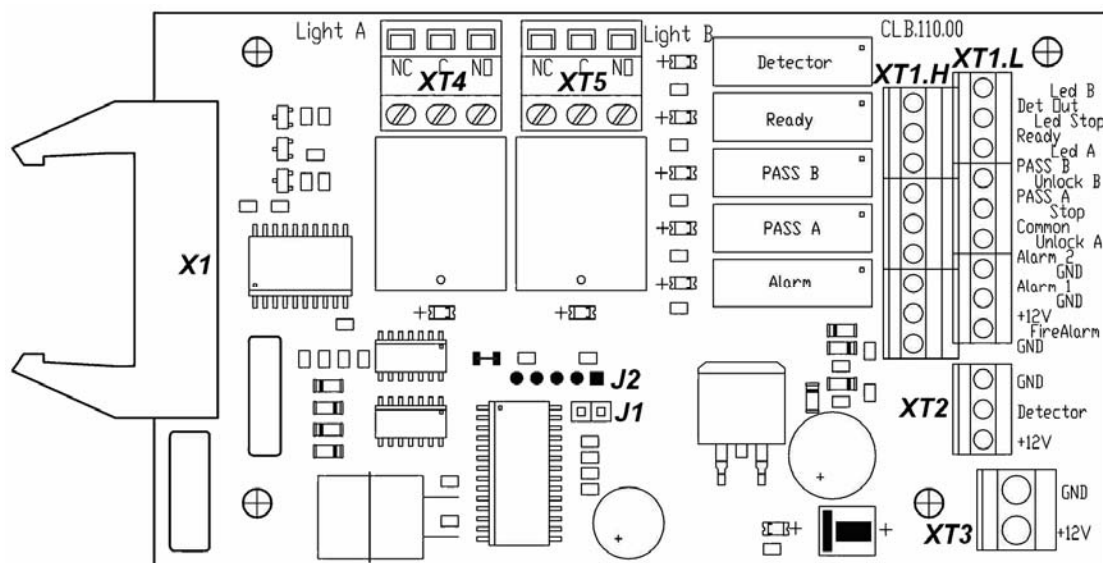

Рисунок 4. Внешний вид платы CLB
ПДУ подключается к плате CLB гибким многожильным кабелем (13) через клеммную колодку **XT1.L** (см. рис. 4).
Внутри стойки под левое внешней крышкой установлена плата управления турникетом CLB. К ней подключаются: ПДУ, выходы контроллера СКУД, устройство РУ, ДКЗП, устройство аварийной разблокировки турникета *Fire Alarm* (далее – *устройство Fire Alarm*). Подключение внешних устройств производится в соответствии со схемой электрических соединений турникета (см. рис. 4 и 14).
На плате CLB (см. рис. 4) расположены:
Выбор режима управления осуществляется снятием / установкой перемычки на разъем **J1** платы управления. Расположение разъема **J1** показано на рис. 4 При поставке перемычка установлена, что соответствует импульсному режиму управления турникетом. Для перехода в потенциальный режим управления снимите перемычку. Изменение режима управления произойдет после включения турникета.
ПДУ подключается гибким многожильным кабелем к контактам *Unlock A*, *Stop*, *Unlock B*, *Led A*, *Led Stop*, *Led B* и *GND* клеммной колодки **XT1.L** платы управления (см. рис. 4 и 14).
Подключение устройства *Fire Alarm* производится к клеммной колодке **XT1.L** платы управления согласно схеме электрических соединений (см. рис. 4 и 14). Если вход *Fire Alarm* не используется, то необходимо установить перемычку между контактами *Fire Alarm* и *GND*. При поставке данная перемычка установлена.
Факт подачи напряжения на обмотку реле можно определить по загоранию соответствующего красного светодиода, установленного на плате управления вблизи соответствующего реле (см. рис. 4).